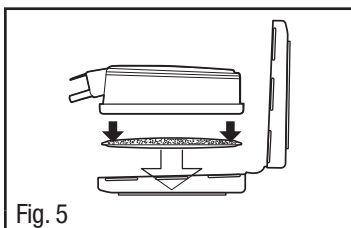

Fig. 5
1. Oriente um filtro na metade maior do retentor do filtro, para que a forma do filtro fique alinhada com a do retentor. Certifique-se de que o lado impresso do filtro esteja voltado para baixo (Fig. 5).